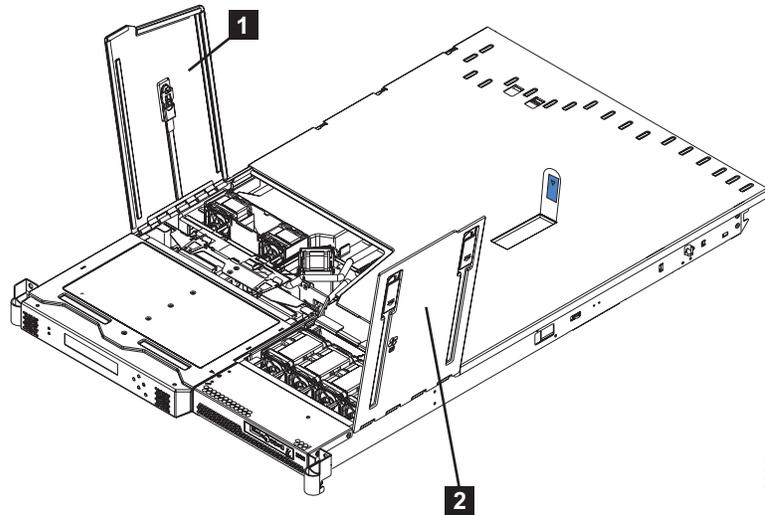

図 71. ファン・ドアを開いた状態の SAN ポリリューム・コントローラー 2145-8F2 または SAN ポリリューム・コントローラー 2145-8F4
4. ファン・ドア (99 ページの図 71 の **1**) を閉じて、ラックの中でノードを取り替えます。